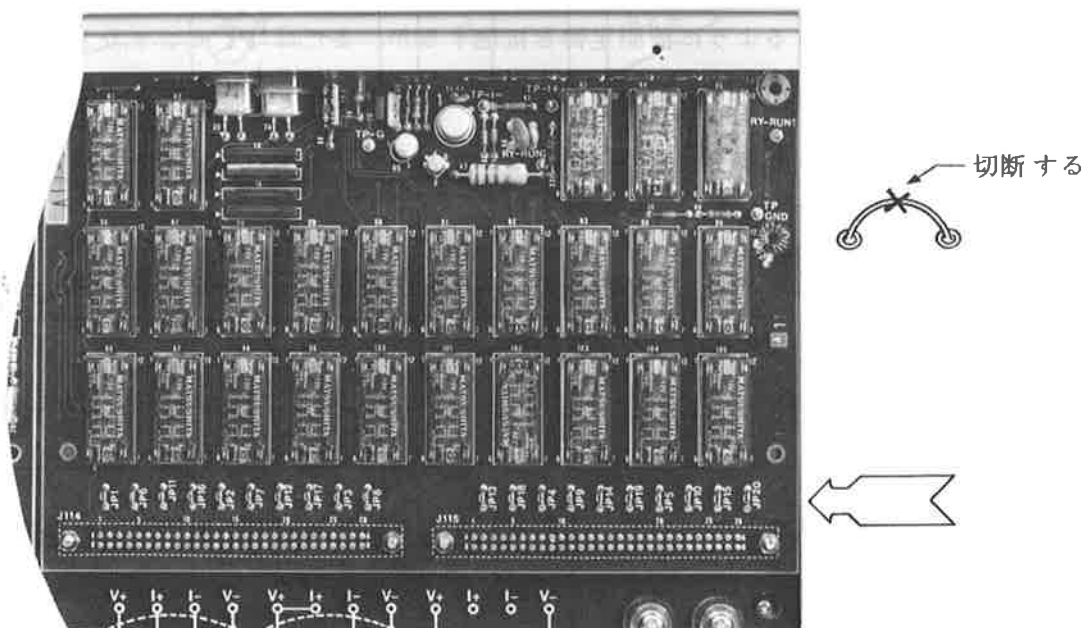
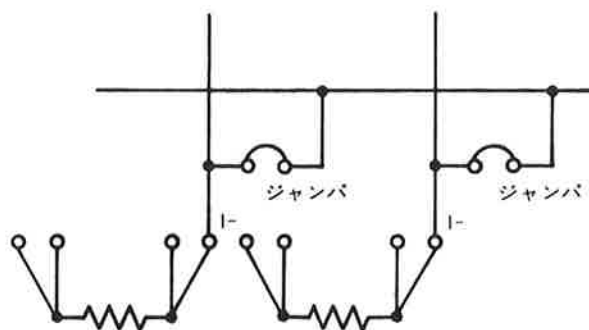

図 2-29 ジャンパの切断方法
図 2-30 ジャンパの回路
- ② [ 図 2-29 ] に示します斜線部分に錫メッキのジャンパがありますので、必要なチャンネル番号と同じ番号 ( ジャンパのそばに JP1~JP20 まで白く印刷してあります。 ) のジャンパを切断します。
- ③ 上カバーをつけます。
- ④ 実際の回路は、[ 図 2-30 ] に示しますようになっています。ジャンパを切断することによって、そのチャンネルの Pt センサを独立させて使用することができます。